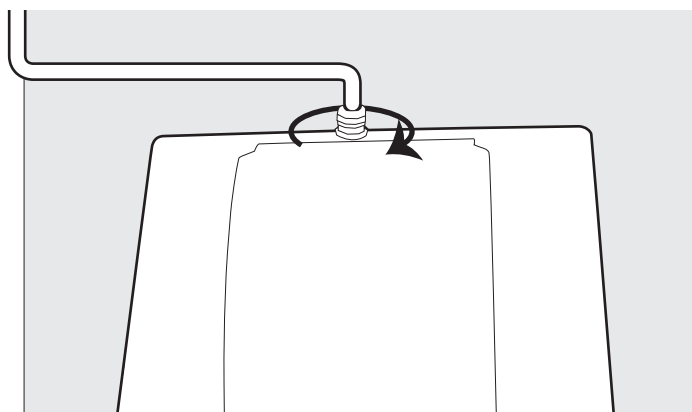

Figure 55
- 3- Connecter l'extrémité du câble de l'antenne additionnelle à la place de l'antenne d'origine (**Figure 55**).